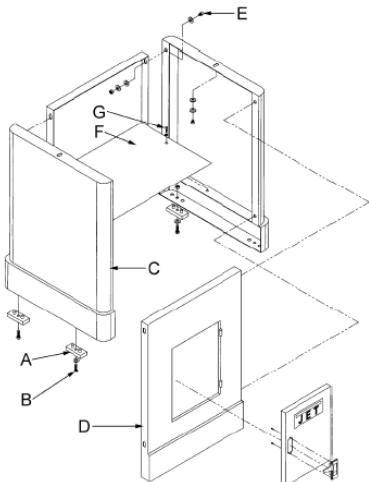

Рис. 1
Закрепите четыре резиновых опоры (A) (Рис. 1), на двух боковых сторонах тумбы с помощью 4 винтов, 4 шайб и 4 шестигранных гаек.
Скрепите боковые части (C) (Рис. 1) и переднюю панель (D) с помощью 4 шестиграных болтов, 8 шайб, 4 гроверных шайб и 4 шестигранных гаек (E). Закрепите вставку (F) двумя 2 винтами M5 (G) и 2 гроверными шайбами. Закрепите заднюю стенку и перед тем, как затянуть все болты, проследите, чтобы тумба стояла на ровной поверхности.